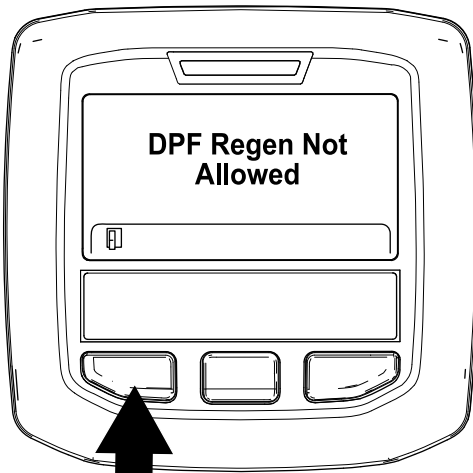

Bild 34
- Wenn der Motorcomputer die Regenerierung nicht zulässt, wird die Meldung „DPF Regen. Not Allowed“ im InfoCenter angezeigt (Bild 34). Drücken Sie die linke Taste, um den Homebildschirm anzuzeigen.